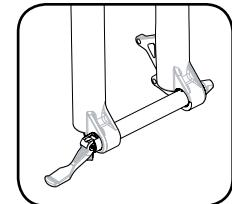

図 2
1. Maxle レバーを Open ポジションにします（図 2）。必ずレバーが軸上の対応するスロットと噛み合うようにします。